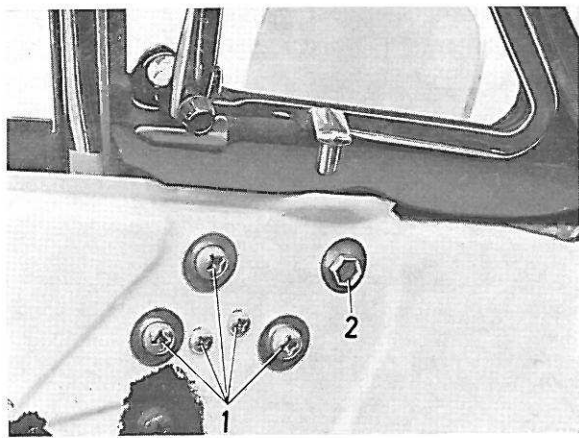

Figure 27. Vis de déflecteur
4. Enlever les vis de fixation (1, figure 27) de l'encadrement.
2. Enlever le plastique de recouvrement de la porte et retirer la vis (2, figure 27). Introduire ensuite la main par la grande ouverture sur le panneau intérieur de porte et enlever le chapeau sur la goupille de positionnement du déflecteur.
4. Lors de la repose, serrer la vis (2, figure 27) jusqu'à ce qu'on sente une certaine résistance à l'ouverture comme à la fermeture du déflecteur.